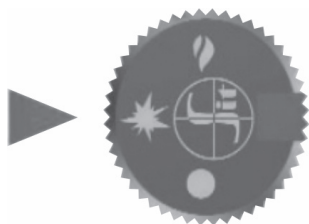

Рисунок 13
3. Нажать ручку управления и повернуть ее в положение «Запальная горелка» (Рисунок 13).